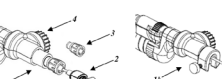

Figura 1
1. Se si sta utilizzando un manipolo del canale in funzione (**Figura 1**) è stato aggiunto un meccanismo di controllo della profondità con raccordo luer (**1a**) o un attacco MINOP unico (**1b**) per l'interfaccia con gli endoscopi.